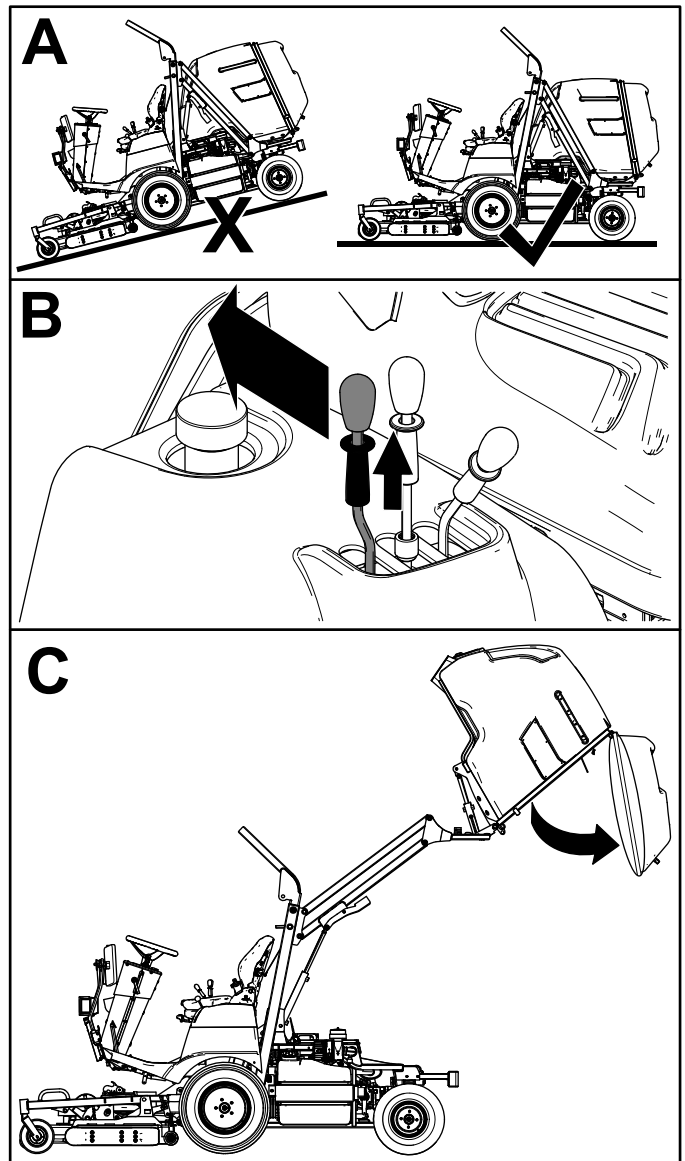

Figura 25
2. Tragei în sus inelul de blocare a manetei de descărcare buncăr i deplasai maneta spre spate pentru a descărca reziduurile de iarbă din buncăr (Figura 25).